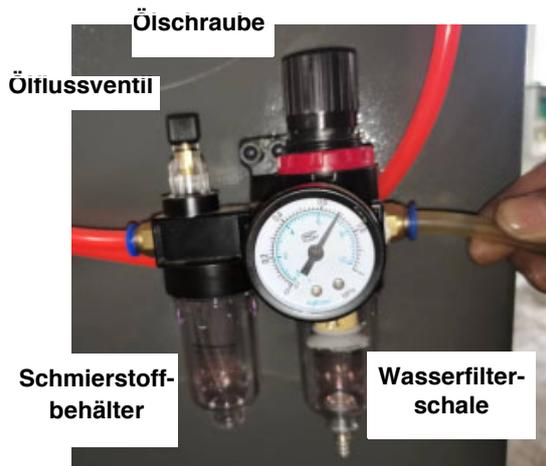

Abb. 14: Druckluftluftversorgungsanschluss
Schritt 2: Vor dem Anschluss der Luftquelle an die Maschine fügen Sie bitte zuerst das Öl in den Schmierstoffbehälter der Maschine ein und halten Sie den Ölstand (Abb. 14) immer bei 30 bis 50 Prozent des Behältervolumens.
- Schrauben Sie den Ölstopfen (Abb. 14) mit einem Schlitzschraubendreher heraus und füllen Sie Öl durch die Einlassöffnung ein. Verwenden Sie Standardöl für Druckluftwerkzeuge. Setzen Sie den Ölstopfen nach dem Einfüllen von Öl immer wieder ein.
- Stellen Sie das Ölflussventil so ein, dass der gewünschte Öldurchsatz erreicht wird. Schließen Sie den Druckluftschlauch an den Druckminderer (Abb. 14) an. Achten Sie darauf, dass die Schlauchverschraubung vollständig auf die Düse aufgesteckt ist.